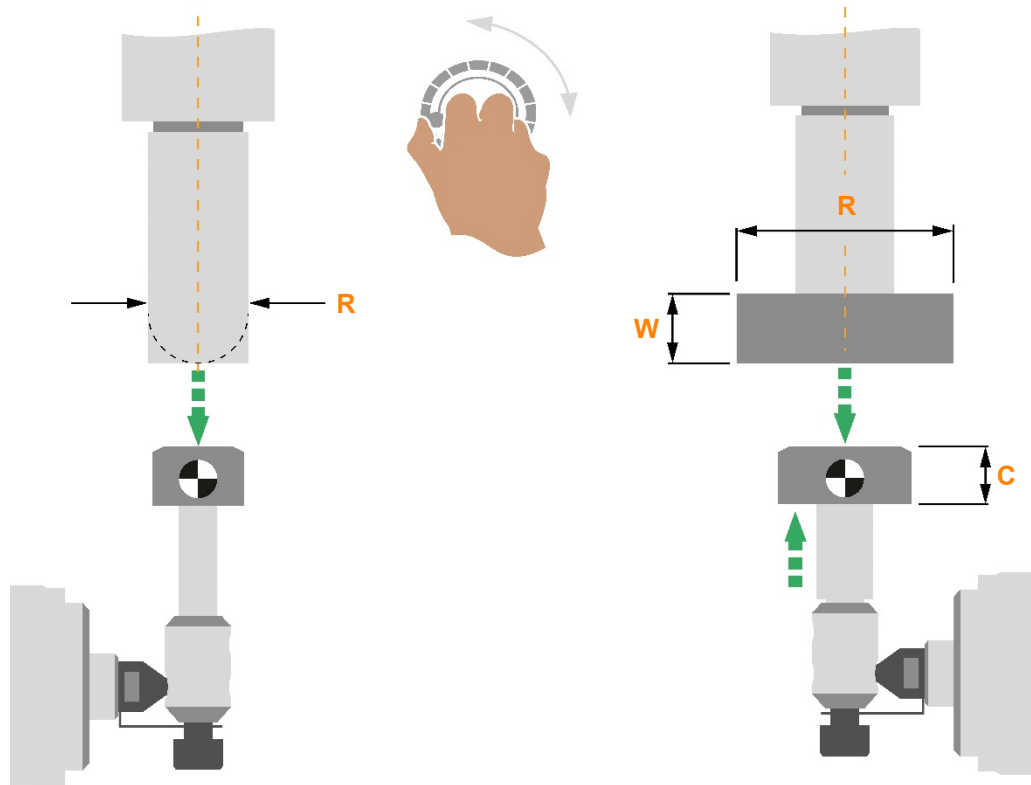

图3.1 标定对刀仪
测针顶面 (Sp) 至底面的距离（见图3.1）。如果使用向上进给的测量循环，必须输入该值。
- Rr = 标准刀的实际直径（见图3.1）。
- Ww = 标定测针底面时的T型刀具厚度（见图3.1）。